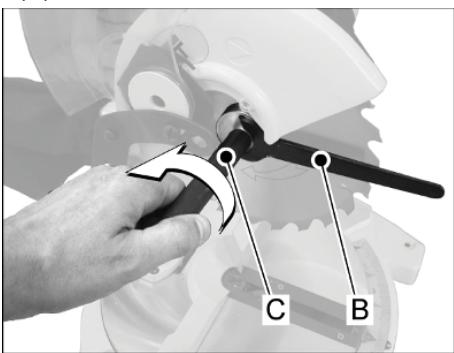

Рис. 12
- Затягніть фланець пилки за допомогою спеціального ключа (В, Рис. 12) та затягніть кріпильний гвинт пиллярного диску за допомогою ключа у комплекті (С).